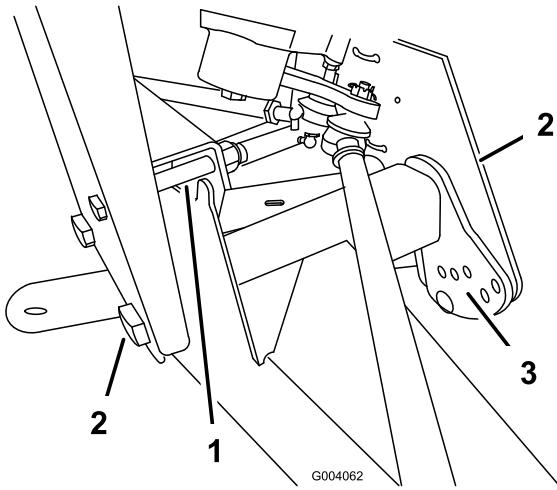

Figure 41
- Enlevez le boulon limiteur de course (Figure 41).
- Desserrez les boulons de centrage dans le bras triangulé avant (Figure 41).
- Retirez le boulon de réglage de hauteur de caisse (Figure 41).
5. Tournez le bras triangulé avant à la position voulue (voir la note ci-après), puis remettez en place le boulon de réglage de hauteur de caisse (Figure 41).
7. Reposez le boulon limiteur de course (Figure 41).